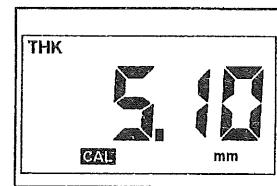

図 2-4
5. 10mmの対比試験片を使用した場合の表示例を図2-4に示します。